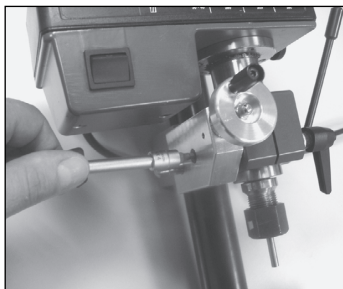

Fig. 3
2. Feinvorschub ausrichten und mit beigelegter Schraube befestigen (Fig. 3).
2. Align the fine feed and secure it with the screw provided (fig. 3).
2. Aligner l'avance de précision et la fixer avec la vis jointe (fig. 3).
2. Orientare il dispositivo di avanzamento di precisione e fissarlo con la vite compresa nella forniture (Fig. 3).
2. Alinear el avance de precisión y fijar con el tornillo adjunto (Fig. 3).
2. Fijnvoeding afstellen en met meegeleverde schroeven bevestigen (fig. 3).
2. Juster præcisionsfremføringen og fiksér den med den vedlagte skrue (fig. 3).
2. Passa in finmatningen och montera den med den medföljande skruven (fig. 3).